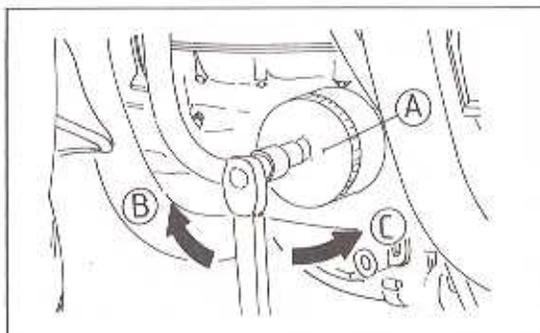

Bild 31
- Die Ölfilterpatrone mittels Schlüssel 57001-1212 lösen und abnehmen (Bild 31).